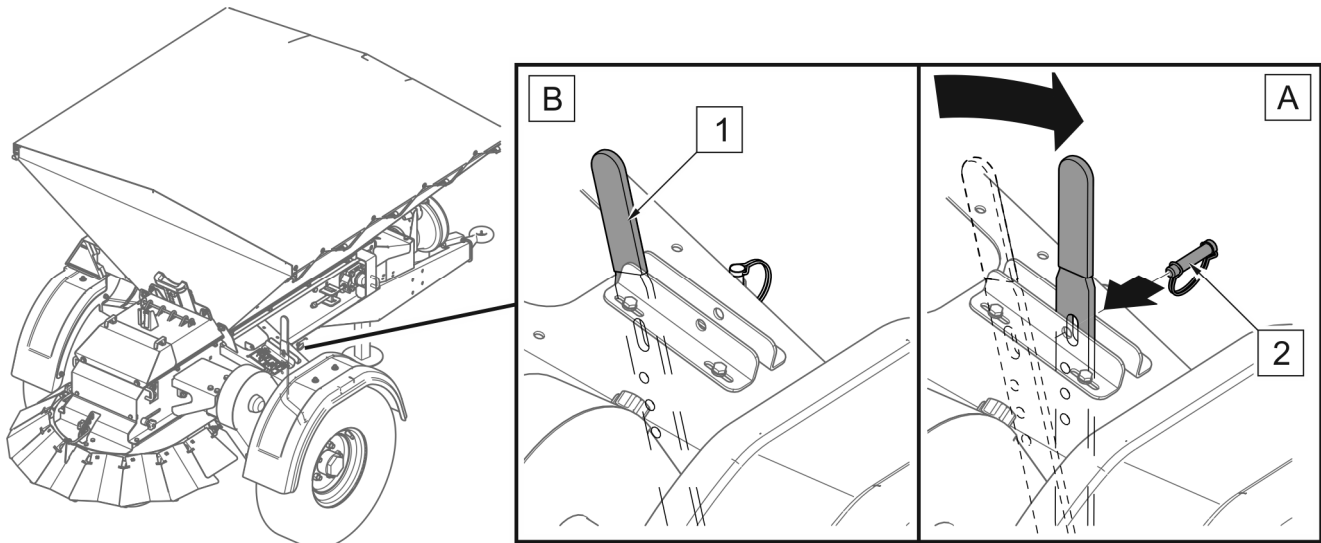

РИСУНОК 4.10 Вимкнення приводу конвеєрної стрічки
Щоб вимкнути розкидання, зупиніться, вимкніть дисковий привід (привід ВВП або зовнішню гідравліку тягача), а потім вимкніть привід конвеєрної стрічки (РИСУНОК 4.10)
Щоб відключити привід конвеєрної стрічки (РИСУНОК 4.10) встановіть важіль (1) у положення (A) і зафіксуйте його шплінтом (2).